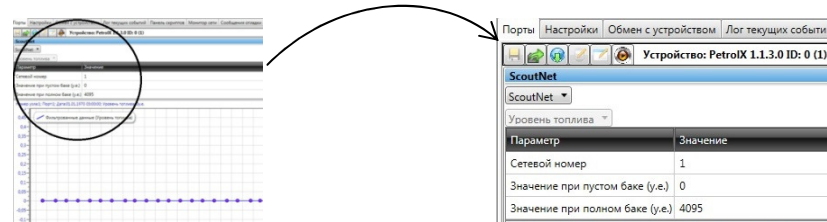

Рисунок 7
2. При подключении нескольких ДУТ необходимо поочередно подключить каждый ДУТ к терминалу и во вкладке Порты/ScoutNet (рисунок 7) установить индивидуальный сетевой номер для каждого ДУТ (От 0 до 7). Не допускается совпадение адресов для разных ДУТ, подключенных к одному терминалу.